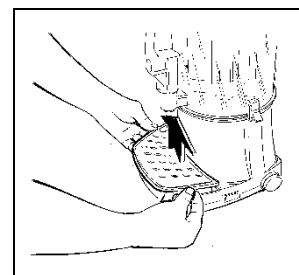

Fig. 6
- **P**ara retirar la bandeja recoge-gotas, levántela y tírela en el sentido de la flecha (fig. 6).